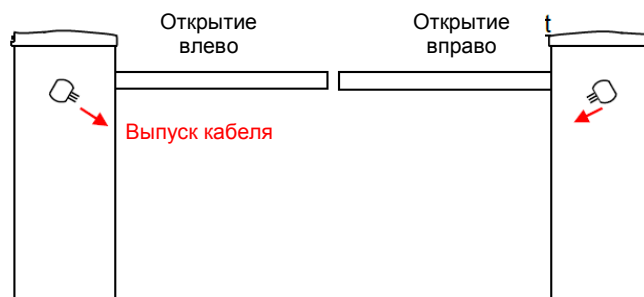

Рисунок 2
- Заменить датчик углового положения таким образом, **чтобы провода нового датчика были выведены вниз, к дорожному покрытию** (рис. 2).